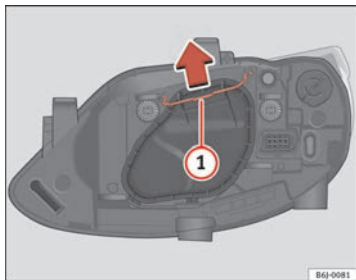

Abb. 143 Abblend- / Fernlicht bei Einfachscheinwerfer
- Verschieben Sie die Strebe ⇒ Abb. 143 (1) in Pfeilrichtung und nehmen Sie den Deckel ab.
- Verschieben Sie die Strebe ⇒ Abb. 143 (1) in Pfeilrichtung und nehmen Sie den Deckel ab. ▶